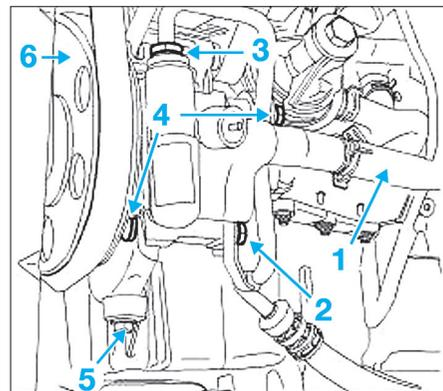

Fig. 14
- Débrancher la durit d'entrée (1) de la pompe (Fig.14).
- Déposer la vis de fixation (2) du support de tuyau haute pression sur la pompe de direction assistée.
- Dévisser le raccord (3) du tuyau haute pression de la pompe et le débrancher.
- Déposer les vis de fixation (4) de la pompe de direction assistée sur le support multifonction.
- la vis de fixation (5) du support de la pompe de direction assistée sur le carter inférieur,
- la vis de fixation (6) de la pompe de direction assistée sur le support multifonction,